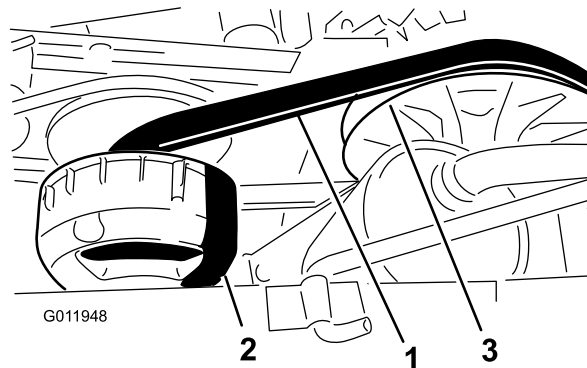

Figura 45
3. Haga girar la correa e inspecciónela (Figura 45) para asegurarse de que no está excesivamente desgastada ni dañada. Cambie la correa si es necesario.
1. Haga girar la correa y llévela sobre el embrague secundario (Figura 45).
2. Retire la correa del embrague primario (Figura 45).